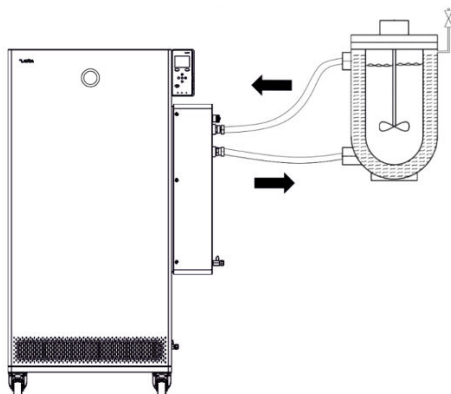

Abb. 38: Applikation mit Entlüftungsventil
- Ein Entlüftungsventil Abb. 38 kann den Entlüftungsprozess deutlich vereinfachen. Dazu periodisch das Ventil vorsichtig öffnen und Gas/Luft entweichen lassen bis Flüssigkeit aus dem Ventil austritt, Entlüftungsventil wieder schließen. Flüssigkeit in geeigneten Behälter auffangen. Das Ventil in regelmäßigen Abständen erneut betätigen, bis keine Luft mehr austritt.